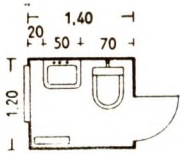

Fig. 4
W.C.'s met laag reservoir of flushometer worden geplaatst onder hoogliggende ramen, waar geen gelegenheid is een hoog reservoir te plaatsen (fig. 1—3 en 7). In fig. 4—6 en 8 kunnen hoge reservoirs worden toegepast.